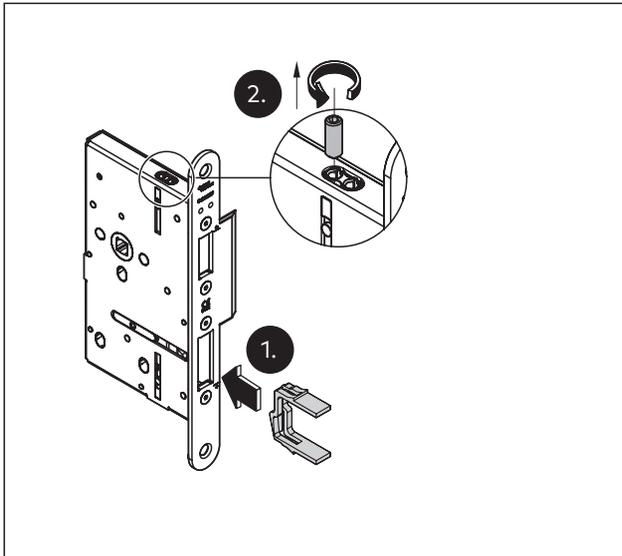

Abb. 37 Einen Gewindestift rausdrehen
3. Einen der Gewindestifte oben am Schloss vollständig rausdrehen (Abb. 37). An dieser Position wird später die Treibriegelstange eingeschraubt.